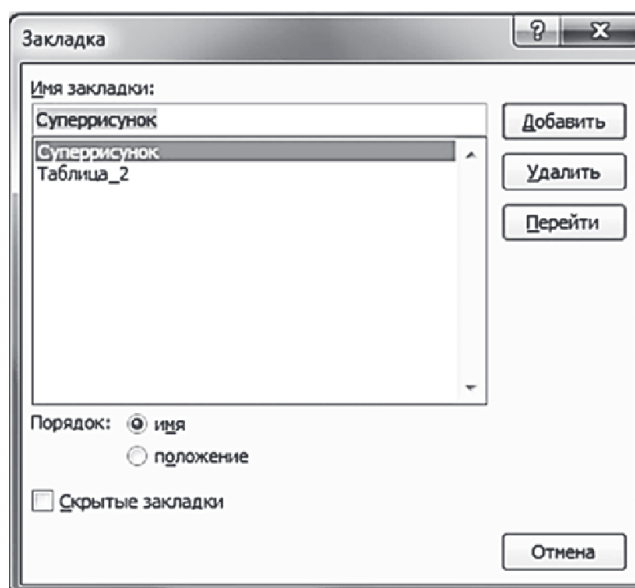

Рисунок 23 – Диалоговое окно «*Закладка*»
На вкладке «*Вставка*» в группе инструментов «*Ссылки*» нажмите кнопку «*Закладка*». Откроется диалоговое окно «*Закладка*» (рисунок 23).
2) Выделите подпись под рисунком «Рисунок 23».
1) Командой вкладка *Вставка*/группа *Ссылки*/кнопка *Закладка* откройте диалоговое окно *Закладка* (см. рисунок 23).